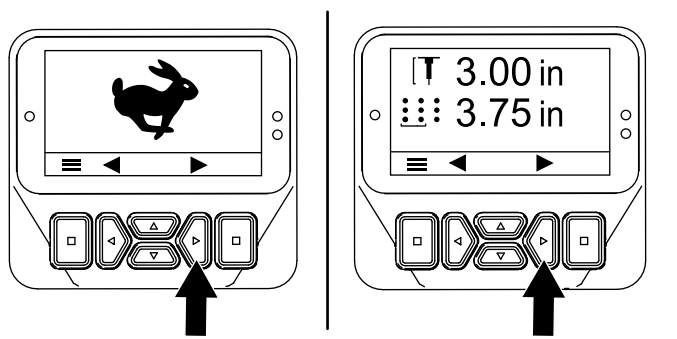
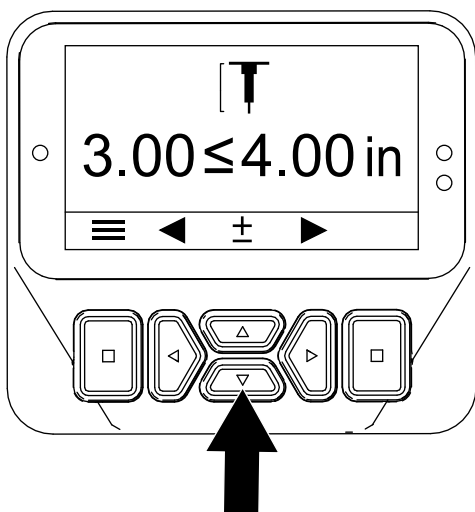

Figure 51
Figure 52
3. Appuyez sur le bouton vers la droite jusqu'à ce que l'écran Setting the Hole Depth (réglage de la profondeur des trous) s'affiche (Figure 51 et Figure 52).
4. Réglez la profondeur de pénétration des louchets à l'aide des boutons vers le haut et le bas (Figure 52) comme suit :